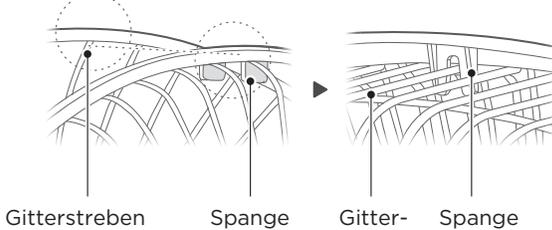

Abb. 8
- 4** Richten Sie die Spange des vorderen Schutzgitters nahe am Rand von oben nach unten am hinteren Schutzgitter aus. Betrachten Sie nach dem Ausrichten das Ergebnis von der Rückseite her (Abb. 8).